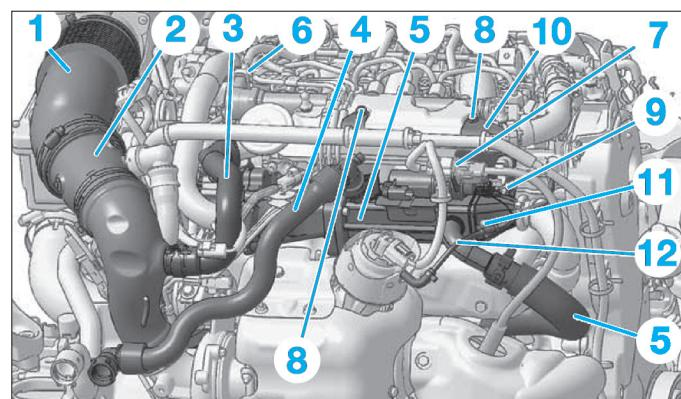

Fig. 75
- Déposer (Fig.75) :
- les durits d'air (1) et (2),
- la durit de réaspiration des vapeurs d'huile (3),
- les durits de refroidissement (4) et (5).
- Débrancher les connecteurs (6) et (7).
- les deux vis (8),
- l'écrou (9),
- le support de faisceau (10) et l'écartier avec son faisceau,
- la vis (11).
- Débrancher le tuyau (12).